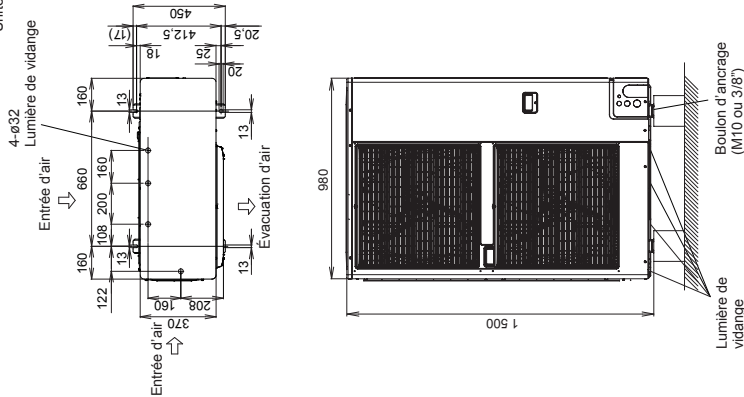

Fig. 3-1
- Pour les dimensions de boulon d'ancrage, se reporter à la Fig. 3-1.
- Pour les dimensions de lumière de vidange, consultez Fig. 3-1.